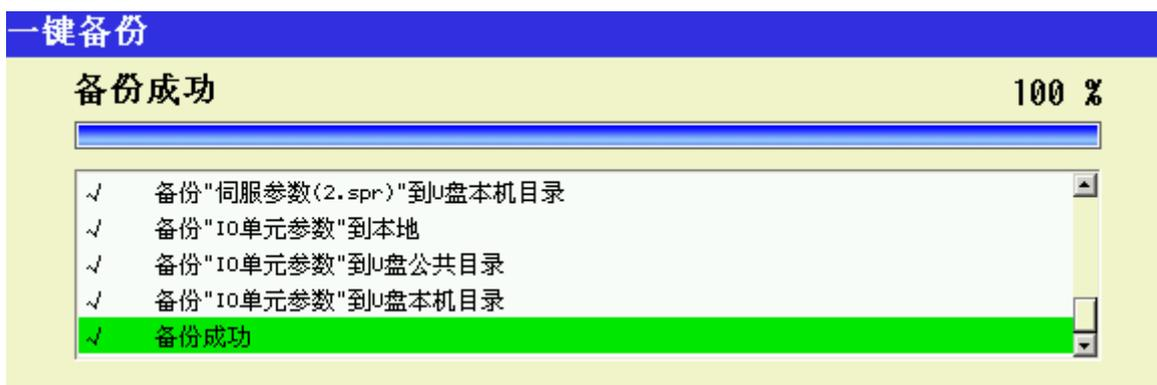

图 2-3
③ 按 **确定** 软键, 在系统和 U 盘中各备份一份 CNC 参数文件, 备份成功后如图 2-3 所示: